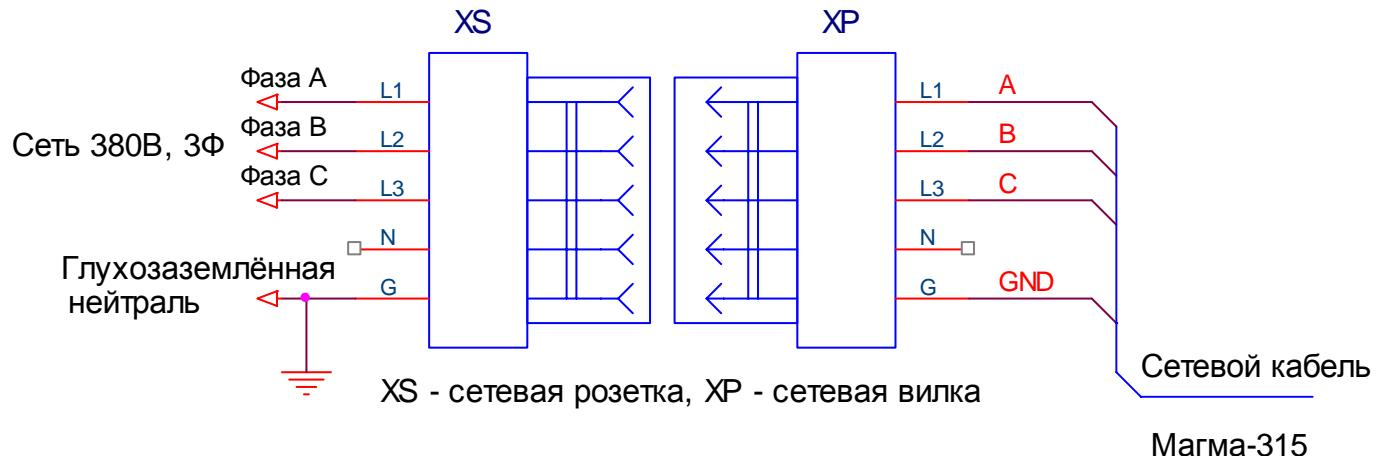

Рисунок 8 - Подключение источника к сети 380В, 3Ф.
- Зажим заземления подключите к свариваемому изделию и к плюсовой клице источника, как показано на рис.8.